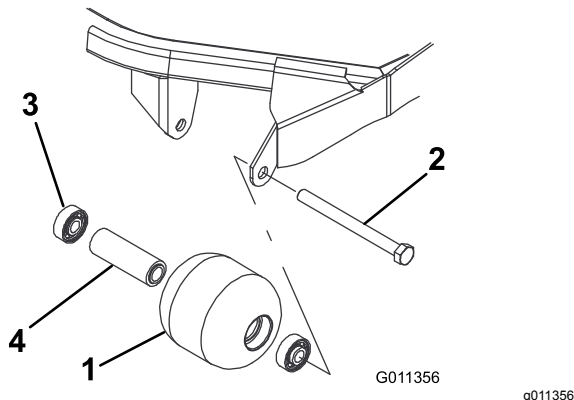

Figura 62
1. Rimuovete il bullone di fissaggio del rullo (Figura 62).
1. Montate il primo cuscinetto premendolo nell'alloggiamento all'interno del rullo (Figura 62). Premete soltanto sulla pista esterna o, in misura uguale, sulla pista interna ed esterna.
2. Inserite il distanziale (Figura 62).
3. Spingete il secondo cuscinetto nell'alloggiamento all'interno del rullo (Figura 62), premendo in misura uguale sulla pista interna ed esterna, fino a quando la prima pista non tocca il distanziale.
4. Verificate la presenza di eventuali danni sull'alloggiamento, sui cuscinetti e sul distanziale del cuscinetto del rullo (Figura 62). Sostituite i componenti danneggiati e procedete con il montaggio.